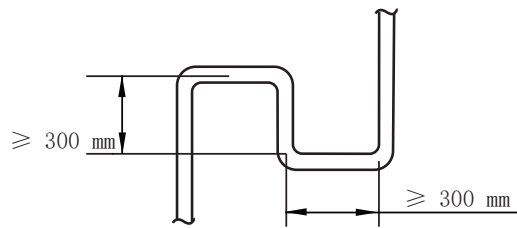

Figura 35
3. Si la unidad exterior está por encima y la diferencia de nivel es mayor que 20 m, se recomienda que se establezca una curva de retorno de aceite con las dimensiones especificadas en la Figura 35 cada 10 m en la tubería de gas de la tubería principal.
- 4. Requisito 4:** La mayor diferencia de nivel entre la unidad interior y la unidad exterior no debe superar los 90 m (si la unidad exterior está por encima) o los 110 m (si la unidad exterior está por debajo). Además: (i) Si la unidad exterior está por encima y la diferencia de nivel es superior que 20 m, se recomienda que se establezca una curva de retorno de aceite con las dimensiones especificadas en la figura 35 cada 10 m en la tubería de gas de la tubería principal, y ii) si la unidad exterior está por debajo y la diferencia de nivel es superior a 40 m, la tubería de líquido de la tubería principal (L1) debe aumentarse un tamaño.